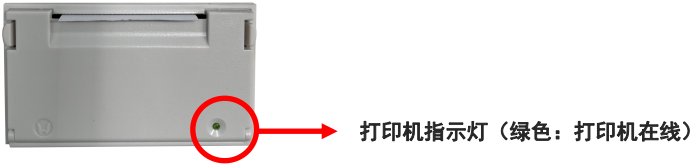

图 15-1
15. 1. 灭菌器电源开至 ON，使打印机处于在线模式。（图 15-1）